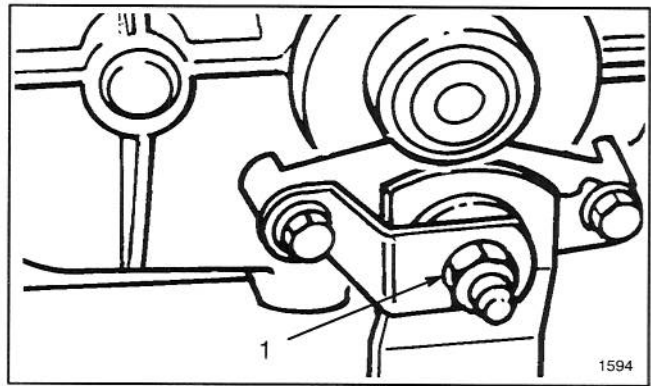

Abbildung 23
3. Die Sicherungsmutter um ca. 1/4 Umdrehung im Uhrzeigersinn anziehen (Abb. 23).